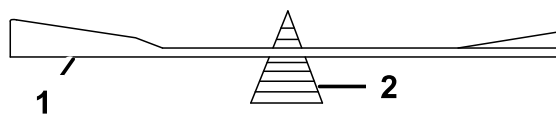

Figura 63
2. Verifique o equilíbrio da lâmina colocando-a num equilibrador de lâminas (Figura 63).